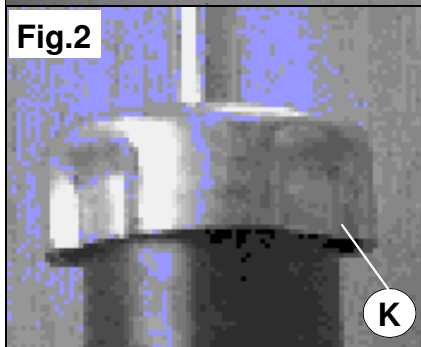

Fig.2
6. Verwijder metalen kap **K** (klempassing) van de schokdemper. Deze wordt niet meer gebruikt. (Zie fig.2.)